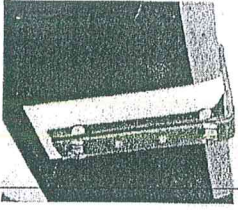

figura 3
- 2) Applicare la staffa assicurandosi che sia bene a contatto con la superficie di infradosso della pala come indicato in figura 3. Nella staffa sono previste vere forature per permettere di adattarsi a tutti i tipi di pale. Si consiglia di applicare il nastro carta per tutta la lunghezza della staffa.